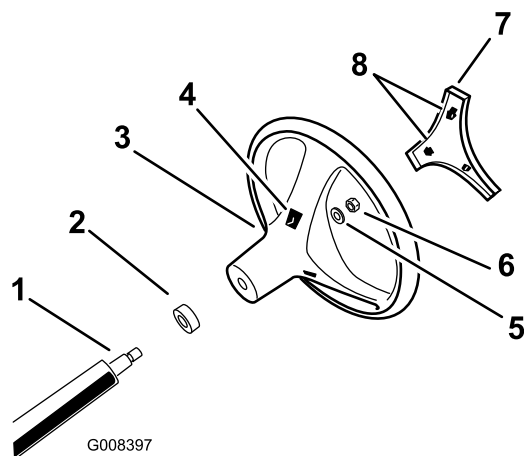

Рисунок 3
1. Через отверстия в задней части рулевого колеса освободите фиксирующие выступы, которые удерживают центральную крышку, и снимите крышку рулевого колеса (Рисунок 3).
2. Снимите контргайку и шайбу с рулевого вала (Рисунок 3).
3. Выверните рулевое колесо на шлицах рулевого вала (Рисунок 3).
4. Наверните контргайку с шайбой на рулевой вал (Рисунок 3).
6. Совместите фиксирующие выступы центральной крышки с пазами в рулевом колесе и нажмите на крышку в сторону рулевого колеса, чтобы защелкнуть крышку на месте (Рисунок 3).